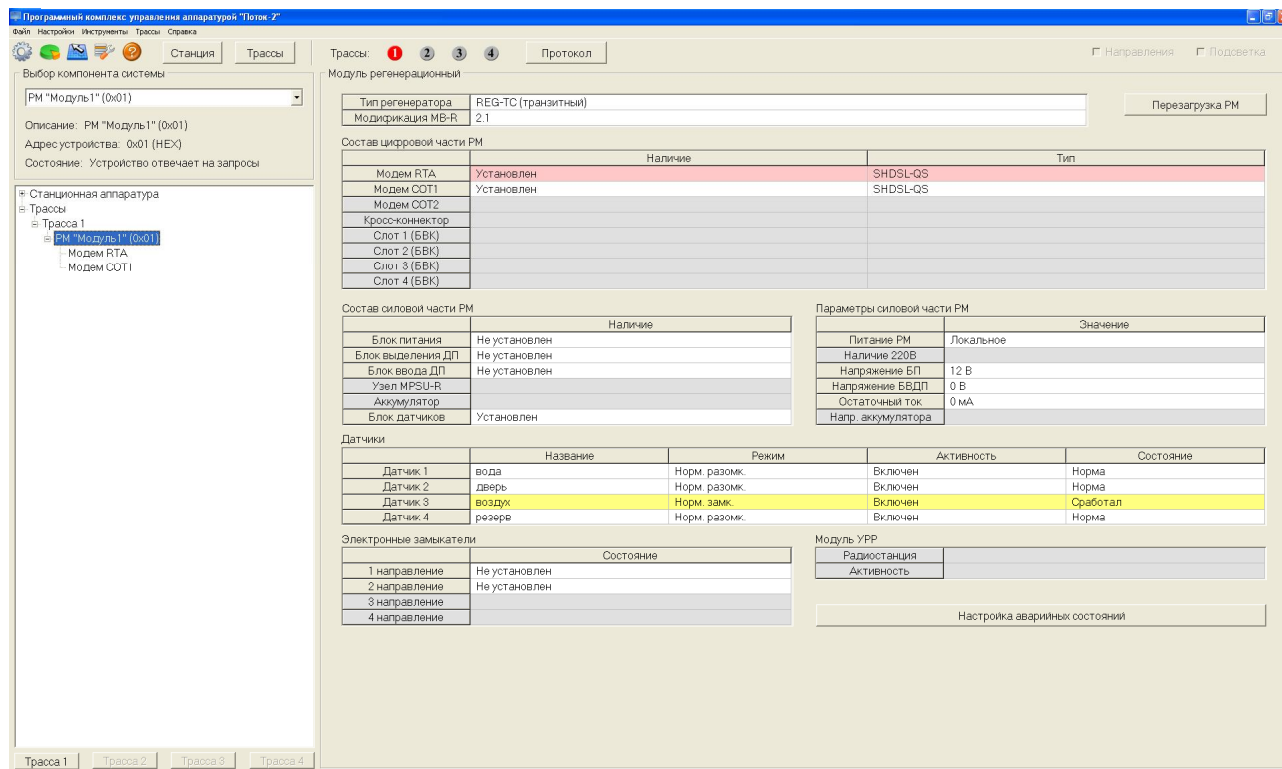

Рисунок 12
2.5.5.10 После нажатии кнопки “**Перезагрузка РМ**” (см. рисунок 12) происходит программный сброс блока управления МВ-Р.